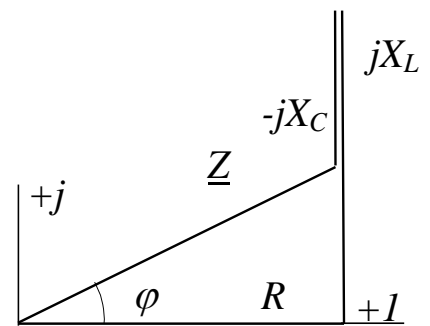

Рис. 5
По выражению (2) можно построить треугольник сопротивлений (рис. 5), из которого следует, что  $\cos \varphi = R / Z$ . При  $X_L > X_C$  угол сдвига фаз между током и напряжением цепи положителен ( $\varphi > 0$ ), т.е. ток в цепи отстает по фазе от напряжения сети (нагрузка имеет индуктивный характер). При  $X_L < X_C$  угол сдвига фаз между током и напряжением отрицателен ( $\varphi < 0$ ), т.е. ток опережает по фазе напряжение (нагрузка имеет емкостной характер).